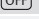

Abb. 132 Bedienelemente der Klimaanlage
- Drücken Sie die Taste **AUTO** ⇒ Seite 164, Abb. 132.
- Drücken Sie die Taste  ⇒ Seite 164, Abb. 132.
⇒ Seite 164, Abb. 132 solange, bis die gewünschte Temperatur für die Fahrer- bzw. Beifahrerseite eingestellt ist.
- Drücken Sie zum Einschalten die Taste  ⇒ Seite 164, Abb. 132.
- Drücken Sie die Taste  ⇒ Seite 164, Abb. 132 ⇒ .
- Halten Sie die Taste für den Umluftbetrieb  gedrückt und tippen Sie die Plus-taste des linken Temperaturwählers (Fahrerseite) an ⇒ Seite 164, Abb. 132. ■
- Drücken Sie die  bzw. -Taste in der Mitte der Bedienoberfläche ⇒ Seite 164, Abb. 132, um die gewünschte Gebläsedrehzahl (Luftmenge) einzustellen.